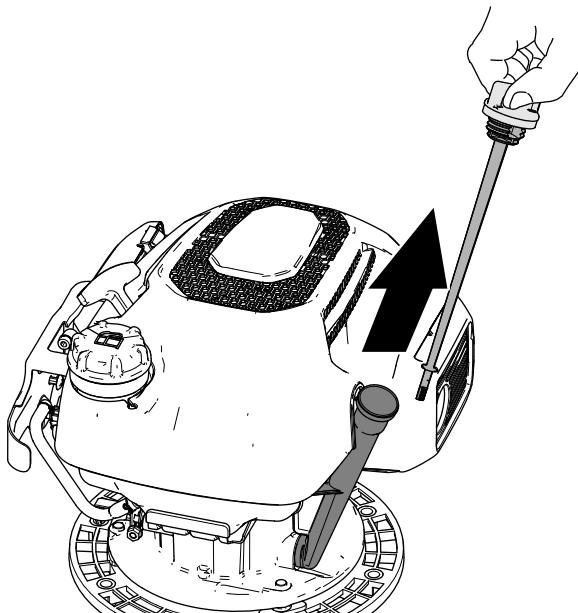

Figura 14
2. Rimuovete l'asta di livello dal bocchettone di riempimento dell'olio e pulite l'asta di livello con un panno pulito (Figura 14).